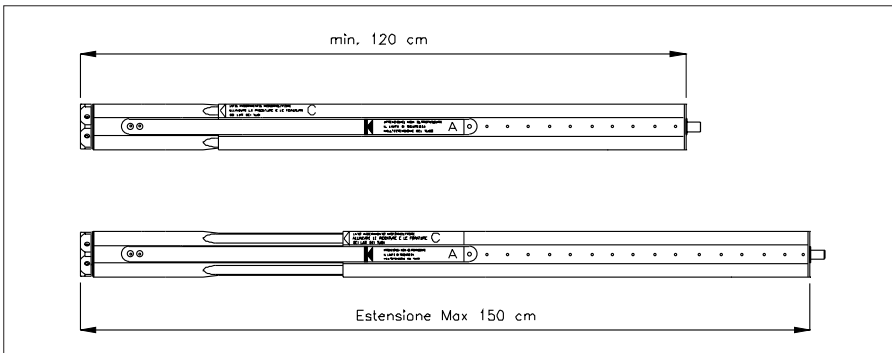

Fig. 4.2
- Inserire il tubo fisso “A” nel tubo mobile “C” ed estenderlo sino al raggiungimento della lunghezza desiderata, vedi fig. 4.2.